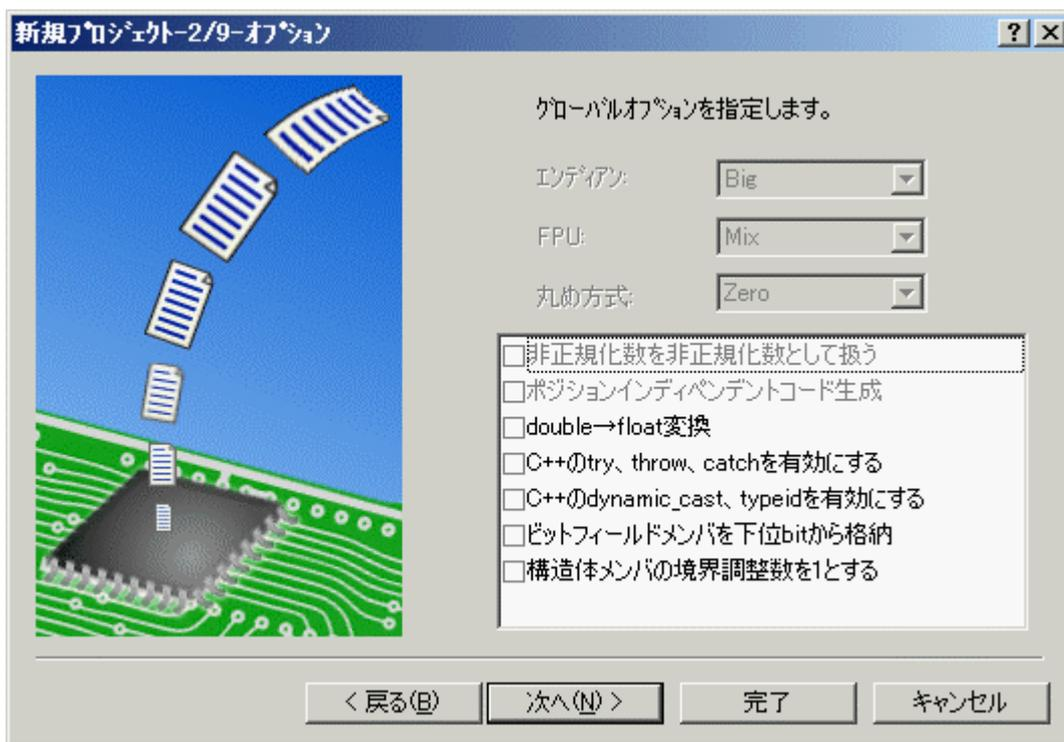

図 2.3 オプション設定画面 (Step2)
Step1画面で [Next >] をクリックすると、図 2.3に示す画面を表示します。この画面で、全プロジェクトファイルで共通のオプションを設定します。オプション設定項目は、Step1画面で選択したCPUシリーズに合わせて設定変更ができるようになっています。また、プロジェクト作成後にオプションを変更する場合は、HEWの[オプション -> SuperH RISC engine Standard Toolchain...]のCPUページで変更できます。